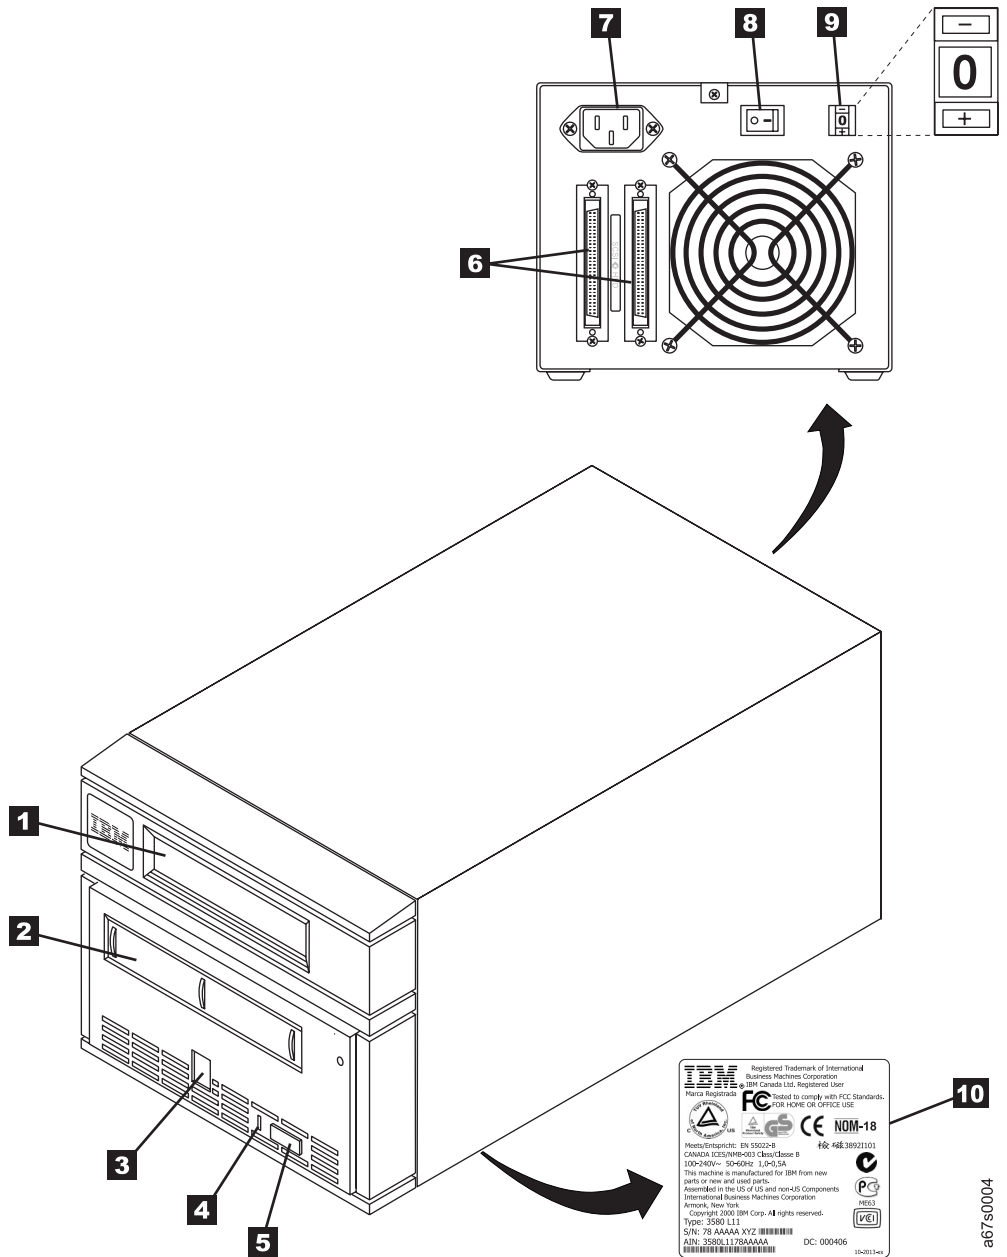

Abbildung 2. Komponenten des Bandlaufwerks IBM 3580
2. Suchen Sie den SCSI-Adressschalter an der Rückseite des Bandlaufwerks IBM 3580 (siehe **9** in Abb. 2 auf Seite 6).
- ___ 1. Stellen Sie sicher, dass das Bandlaufwerk IBM 3580 ausgeschaltet ist, indem Sie den Netzschalter auf 0 stellen (siehe **8** in Abb. 2 auf Seite 6).